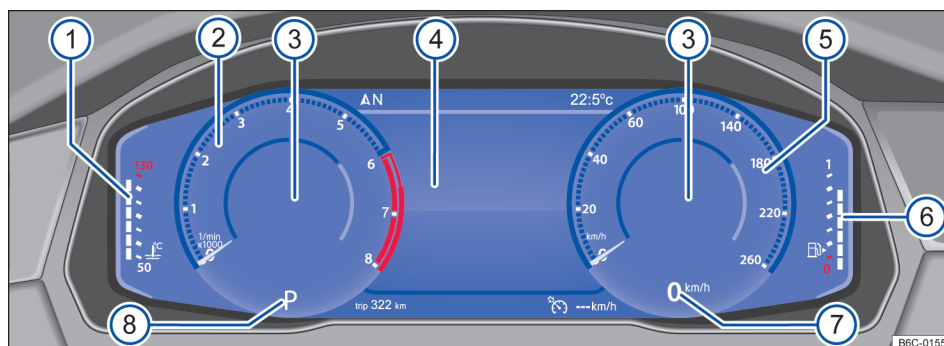

Fig. 9 Active Info Display (variante 1) en el tablero de instrumentos.
Explicaciones sobre los instrumentos → fig. 9:
Dependiendo de la versión de la radio y del perfil de información seleccionado, el Active Info Display muestra información adicional en el centro de instrumentos redondos → fig. 9③.